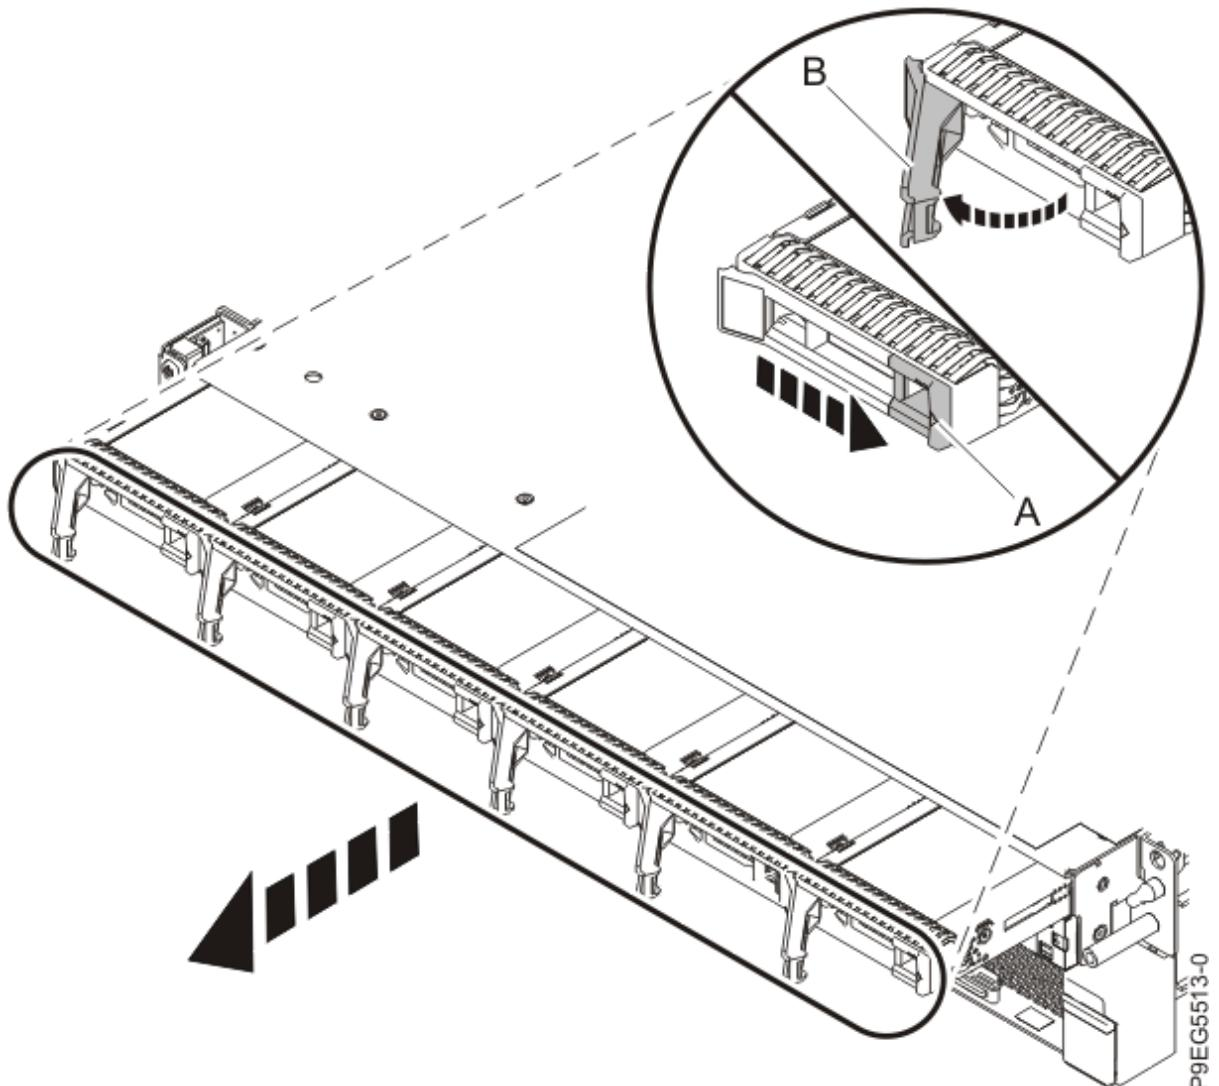

図 10. 前面ドライブの部分的な取り外し
5. 前面ドライブを、それぞれのスロットから抜きますが、取り外しません。ドライブがディスク・ドライブ・バックプレーンの取り外しの邪魔にならないよう、ドライブを十分に引き出します (12 ページの図 10 を参照)。